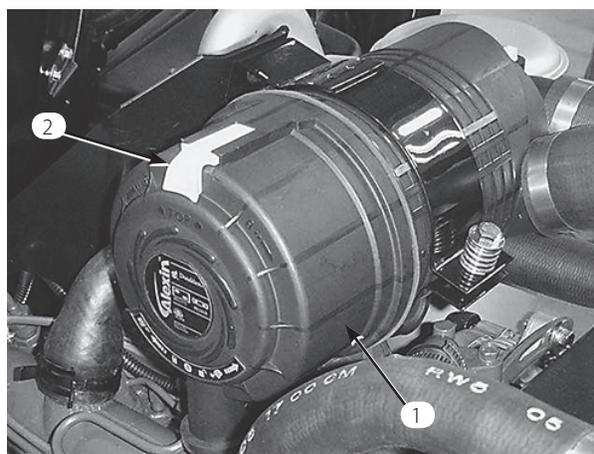

図 38
1. エア・クリーナのカバーをボディーに固定しているラッチを外す (図38)。